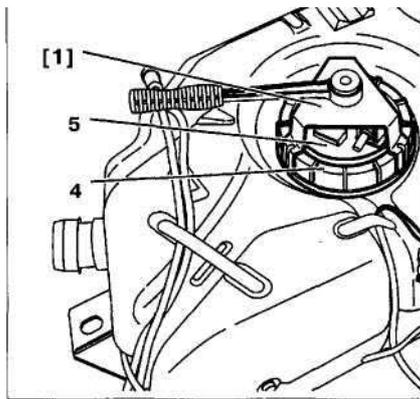

Рис. 7.35. Ослабьте гайку 4 с помощью приспособления [1] и снимите ее. Извлеките топливный насос 5 вместе с указателем уровня топлива и снимите сальник.
4. Ослабьте гайку 4 с помощью приспособления [1] и снимите ее (рис. 7.35). Извлеките топливный насос 5 вместе с указателем уровня топлива и снимите сальник.
7. Затяните гайку 4 с помощью приспособления [1] (рис. 7.35).